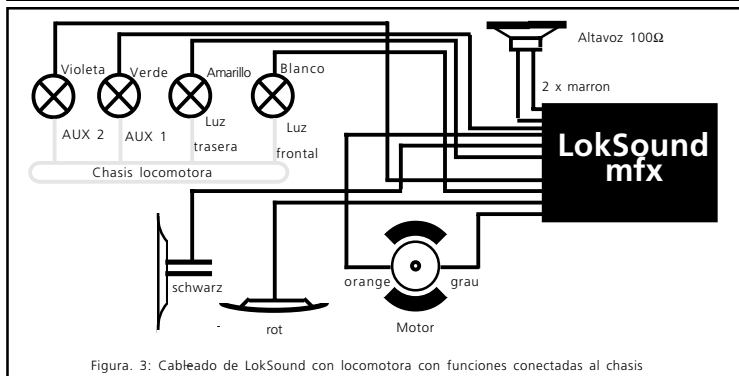

Figura. 3: Cableado de LokSound con locomotora con funciones conectadas al chasis
b) Las luces delanteras y las funciones deben conectarse con su común al voltaje de la vía (Ej. casi todas las locomotoras Märklin® y las mas antiguas de Fleischmann® o ROCO®) como en la figura 3.
Las locomotoras que están cableadas como la figura 3 necesitan un generador de humo analógico. (Ej. Sheutle nº 10)